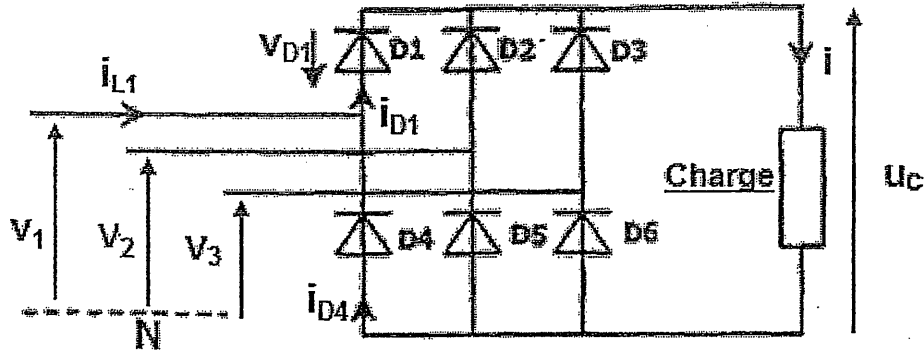

Figure 2
3. Représenter sur le document réponse N°1, l'allure de $u_c(t)$ et de $i_D(t)$ sur les figures 2 et 3 /1
tension continue à partir du réseau triphasé. La figure 2 représente le pont redresseur fixe à diodes du variateur de vitesse.